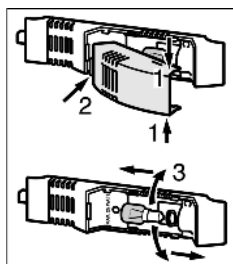

Fig. 17
- Afferrare il coprilampada sul lato superiore e inferiore Fig. 17 (1).
- Sbloccare il coprilampada sul retro e sganciarlo Fig. 17 (2).
- Sostituire la lampadina Fig. 17 (3).